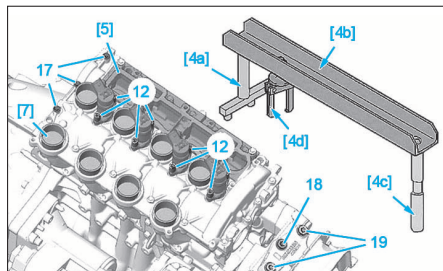

FIG. 63
- Poser l'outil [4] en place du déshuileur (Fig.63).
- Poser l'outil [4c] en appui sur la tête de vis (18).
- Poser l'outil [4a] en appui sur les têtes de vis (17).